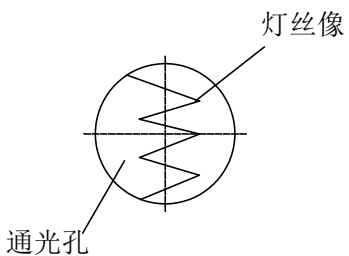

图 8
c.白纸上会出现灯丝的像，如果灯丝的像没有对中，关小孔径光栏，调节灯泡竖直方向调节旋钮和灯泡横向调节旋钮使灯丝像对中，直到获得清晰的灯丝像为止，见图8。